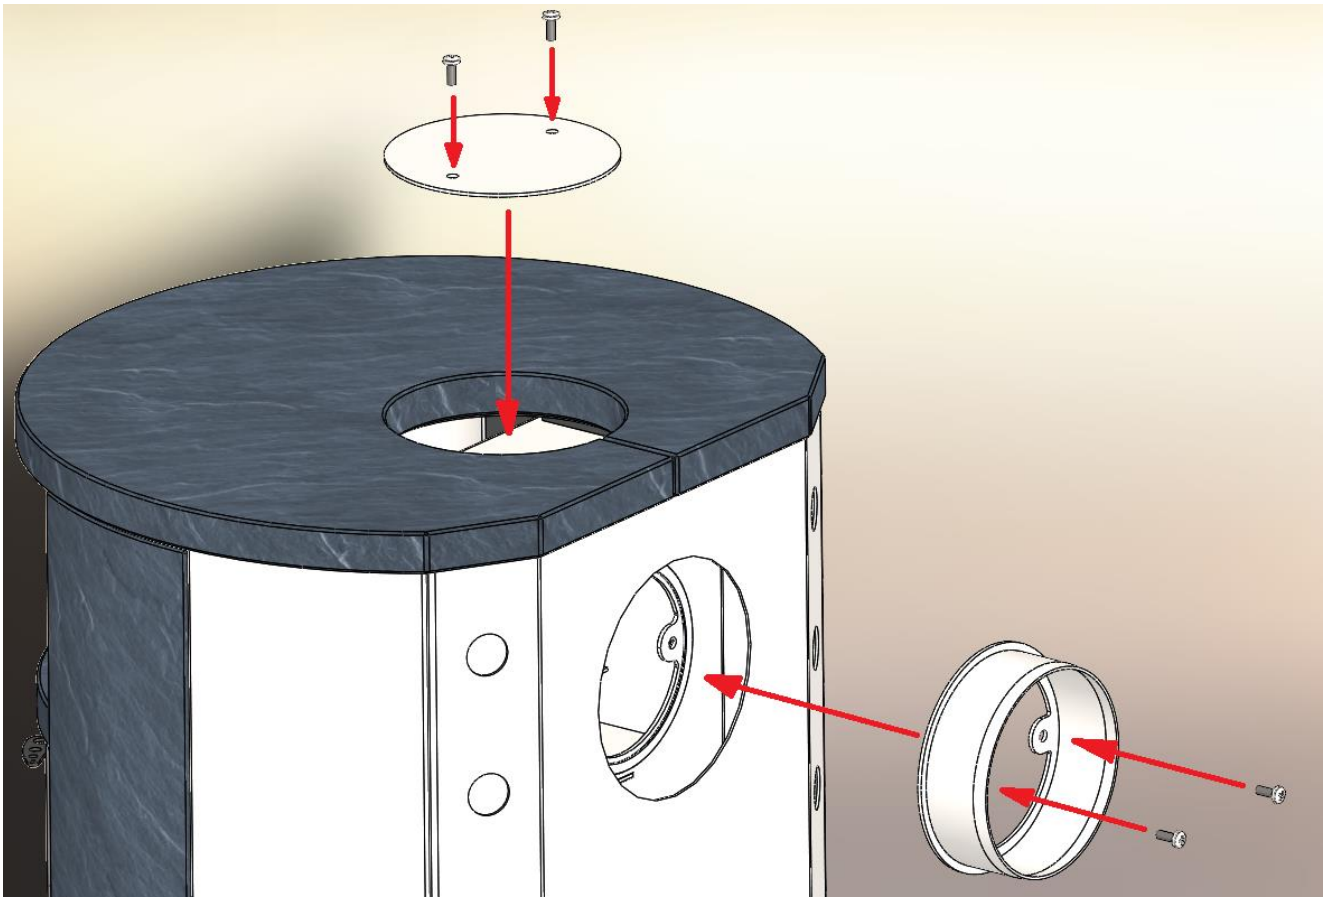

Figura 3 Installazione del raccordo di sfiato fumo / copertura di sfiato fumo
4. Figura 3 Collegamento della stufa a legna al camino	Pagina 6